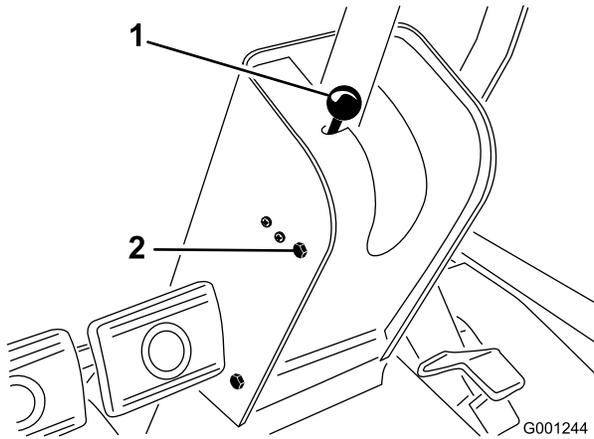

Figura 69
1. Togliete la manopola dal freno di stazionamento e le viti dal copripiantone dello sterzo (Figura 69).